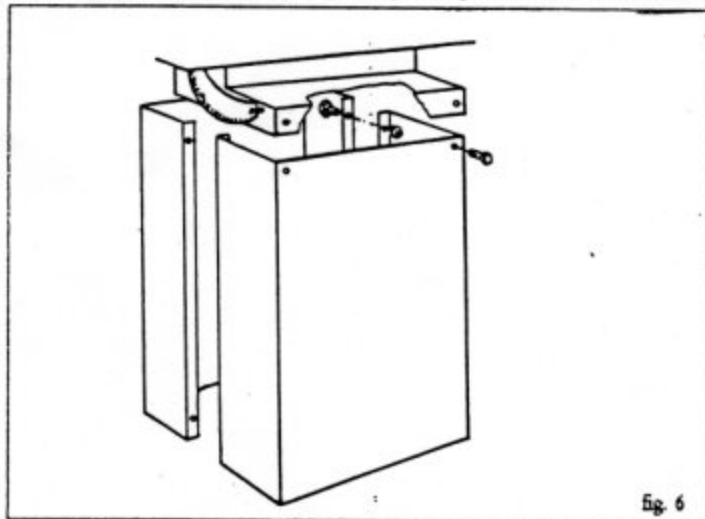

fig. 6
- i) ne jamais mettre la machine en marche sans avoir contrôlé que toutes les couvertures de protection soient correctement installées (fig. 6);
- 1) montage du piédestal (fig. 6)